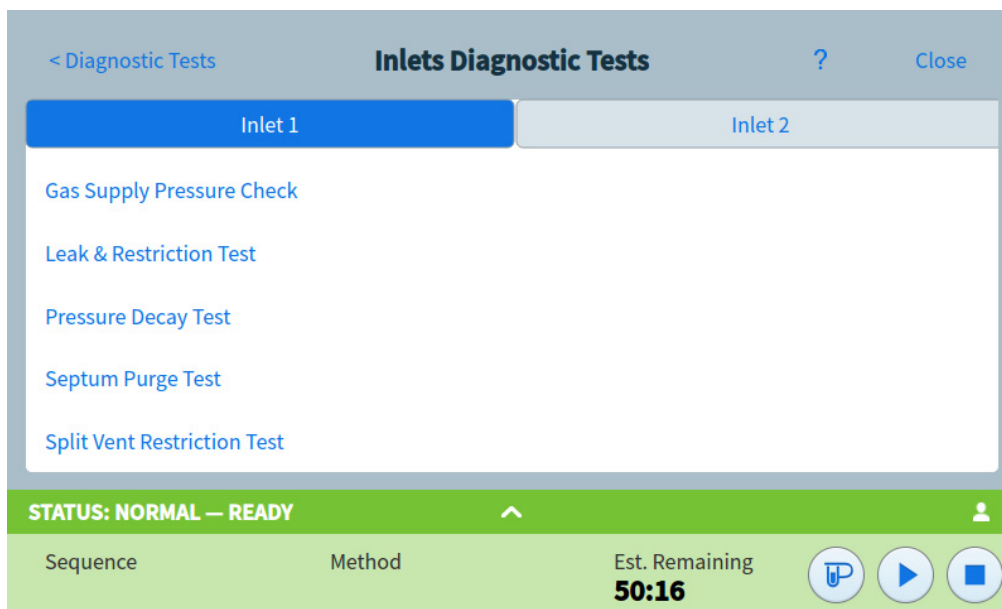

Figure 41. Page Tests de diagnostic de l'injecteur
- 3 Sélectionnez **Inlets (Injecteurs)**, **Detectors (Détecteurs)**, ou un autre lien, selon ce que vous souhaitez. La page correspondante s'affiche. Par exemple, la page Tests de diagnostic de l'injecteur apparaît en sélectionnant **Injecteurs**. Voir **Figure 41**.